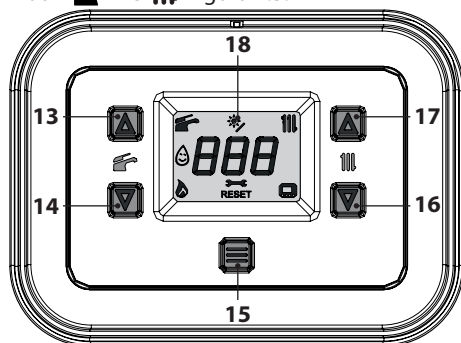

Figura 2.3
- Tenere premuto per 1 secondo il tasto 15 fino a far apparire sul display entrambe i simboli  e  Figura 2.3.